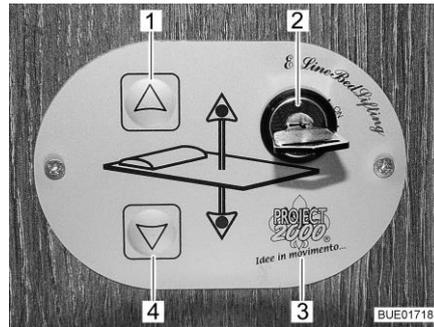
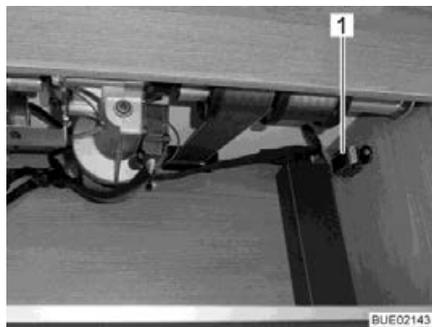

Bild 144 Bedienteil
Bild 148 Sicherung
Bedienteil Mit den Tasten (Bild 144,1 und 4) auf dem Bedienteil (Bild 144,3) wird das Hubbett abgesenkt oder angehoben. Mit dem Schlüsselschalter (Bild 144,2) wird das Bedienteil gegen unbefugte Benutzung gesichert.
- Schlüssel im Schlüsselschalter (Bild 144,2) um 90° im Uhrzeigersinn drehen. Das Bedienteil (Bild 144,3) ist aktiviert.
- Pfeiltaste (Bild 144,4) drücken und so lange gedrückt halten, bis das Hubbett in die gewünschte Position nach unten gefahren ist.
- Pfeiltaste (Bild 144,1) drücken und so lange gedrückt halten, bis das Hubbett in die Endstellung nach oben gefahren ist.
Wenn sich das Hubbett mit den Pfeiltasten (Bild 144,1 und 4) nicht mehr bewegen lässt, zuerst die Sicherung im hinteren Hängeschrank (Bild 148,1) prüfen. Wenn die Sicherung in Ordnung ist und sich das Hubbett trotzdem nicht bewegen lässt, kann das Hubbett manuell bedient werden.